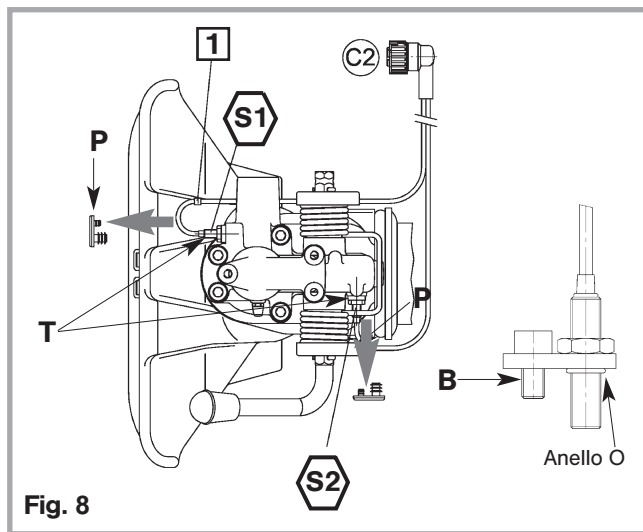

Fig. 8
- inserire i sensori contrassegnati (**S1+S2**) con la flangia di fissaggio e l'anello O montato nelle interfacce corrispondenti (fig. 8 (**T**)) e assicurarli serrando le viti fissaggio (**B**) – M6 – con una forza pari a **5 Nm**.